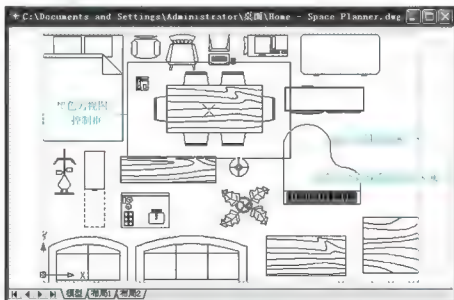

图 1.14 动态缩放的显示
(1) 在命令行输入“Z”后按 Enter 键,然后输入“D”后按 Enter 键,启动【动态缩放】命令,此时显示如图 1.14 所示的蓝色的图形范围,绿色的当前视图所占的区域和黑色的视图控制框。在屏幕上移动光标,黑色的视图控制框会随着光标的移动而移动。